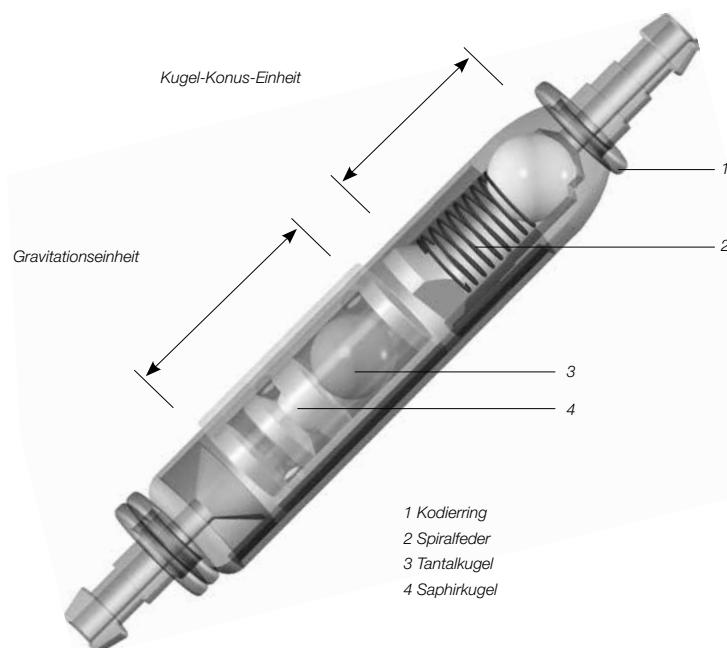

Abb. 1: paed/GAV im Querschnitt
Abb. 1 zeigt eine schematische Querschnittszeichnung des paed/GAV. Es besteht aus einem stabilen Titangehäuse, in dessen proximalem Teil eine bewährte Kugel-Konus-Einheit integriert ist. Eine Spiralfeder (2) gewährleistet den Öffnungsdruck der Kugel-Konus-Einheit. Die Gravitationseinheit im distalen Bereich besteht aus einer Tantalkugel (3), die den Öffnungsdruck dieser Einheit bestimmt, und einer Saphirkugel (4), die den präzisen Verschluss garantiert. Kodierringe (1) ermöglichen die Identifikation der Druckstufen im Röntgenbild.